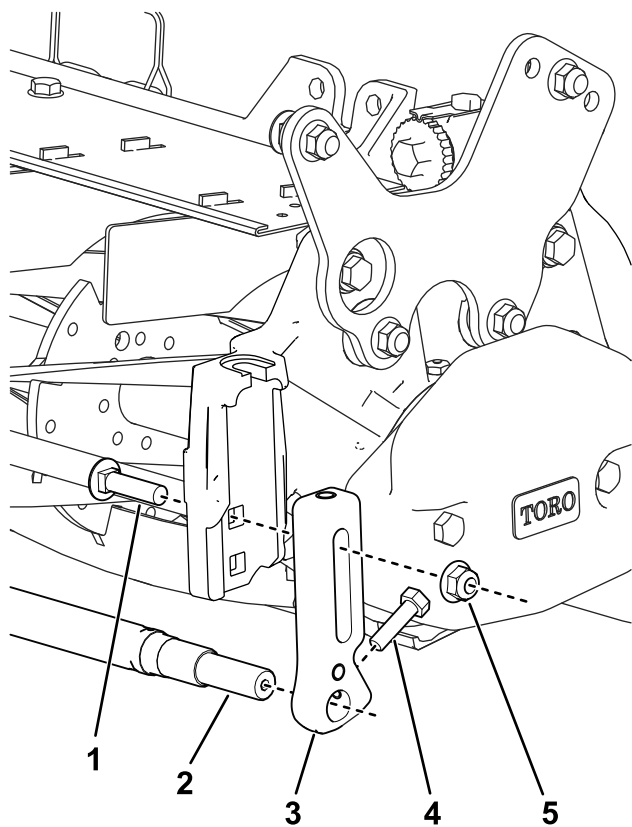

图 39
2. 使用托架螺栓和锁紧螺母将前剪草高度支架安装到侧板顶部的孔中 图 39。